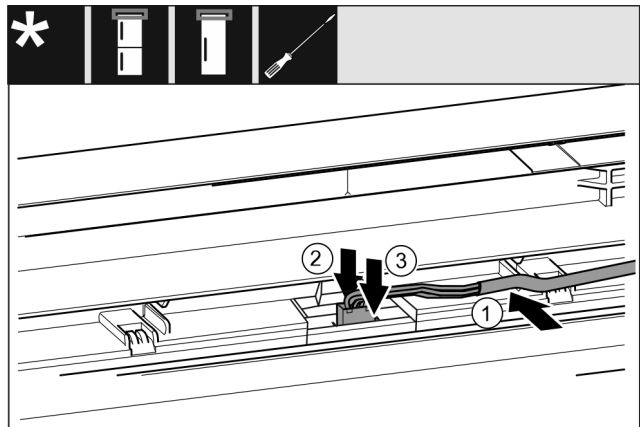

Fig. 63 Kühl-/Gefrierkombinationen / Gefriergeräte / Kühlgeräte*
- Kabel Fig. 63 (1) in die Führung in der oberen Tür einlegen.*
- Rastnase Fig. 63 (2) nach hinten drücken.*
- Stecker Fig. 63 (3) einrasten.*